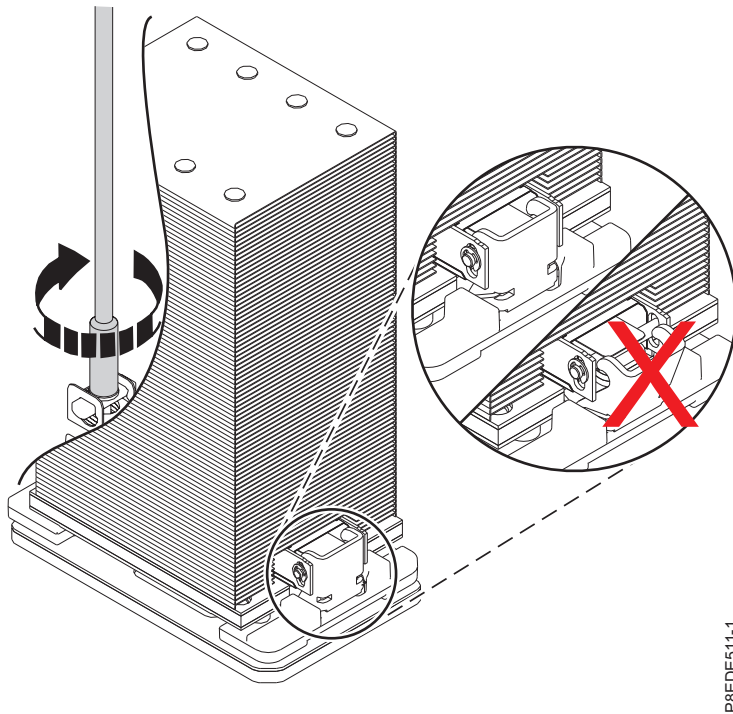

Figure 18. Fixation du dissipateur thermique
**Remarque :** Si le bras de chargement n'est pas engagé, vous devez le mettre en place manuellement sur le dissipateur thermique pendant que vous resserrez la vis de chargement. Pour plus d'informations, voir figure 18, à la page 20.
- a. Pendant que vous placez le dissipateur thermique sur le module processeur système, assurez-vous que le bras de chargement du dissipateur thermique situé sur le côté de ce dernier se met en place, comme illustré dans la figure 18, à la page 20.